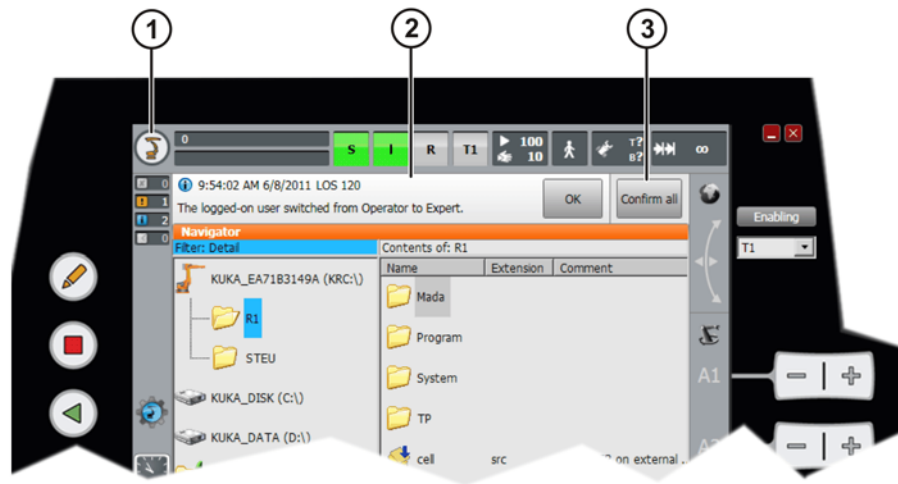

Fig. 1-3: Ventana de mensajes
6. En la ventana de mensajes, confirmar todos los mensajes posibles pulsando el botón **Todos OK**. (>>> Fig. 1-3)